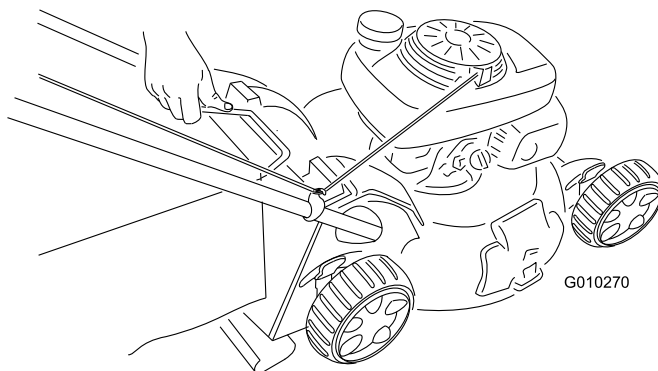

Figura 28
2. Retire el asa de la bolsa de recogida de las ranuras de la parte superior de la máquina y retire la bolsa de la máquina (Figura 28).